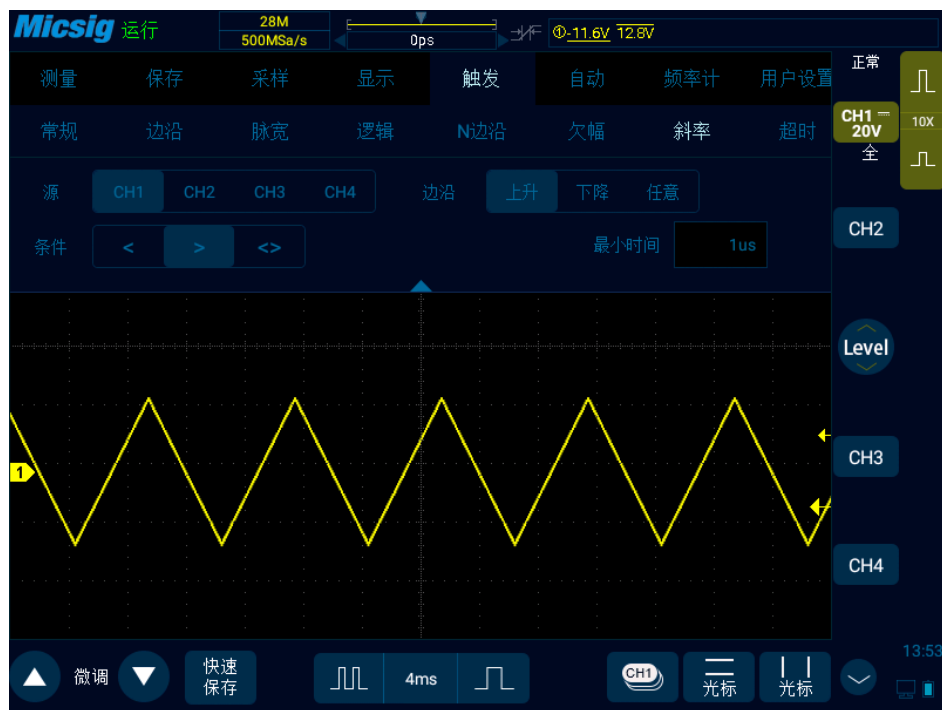

图6-26 斜率触发设置菜单
- 1) 打开主菜单，轻点“触发”打开触发菜单，在触发类型中选择斜率触发，对斜率触发进行如下设置，见图 6-26：